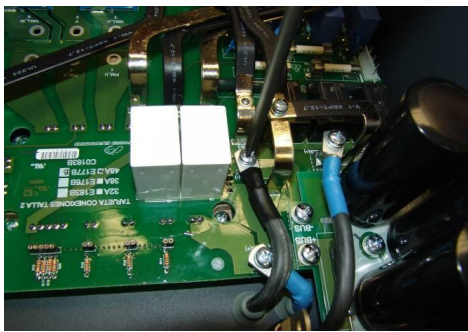

Figura 7.2.17
- 1) Es necesario soltar los cables de potencia y podamos sacar las bobinas monofásicas del chasis del variador. Para ello soltamos los cables de potencia que van conectados a la tarjeta de conexiones de potencia (ver figura 7.2.17).
- 3) Conectar los cables de las bobinas a la tarjeta de conexiones de potencia. (Ver figura 7.2.17).